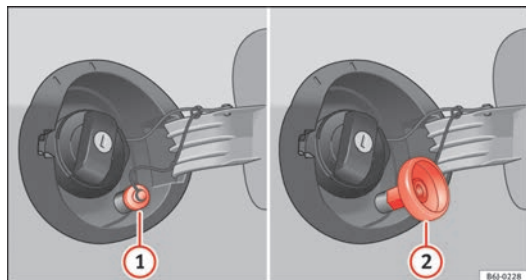

Fig. 119 Tapa del depósito abierta con boca de carga de GLP y adaptador.
- Desenrosque el tapón de la boca de carga de gas ⇒ fig. 119 ①.
- Enrosque el adaptador necesario ⇒ fig. 119 ② en la boca de carga de gas ①.
- Desenrosque el adaptador ⇒ fig. 119 ②.
- Enrosque el tapón en la boca de carga de gas ⇒ fig. 119 ①.